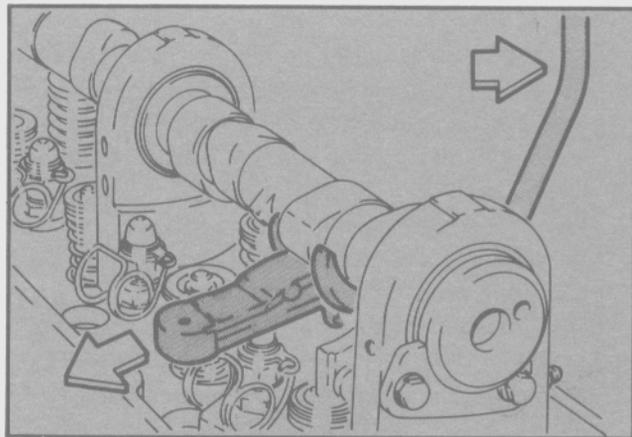
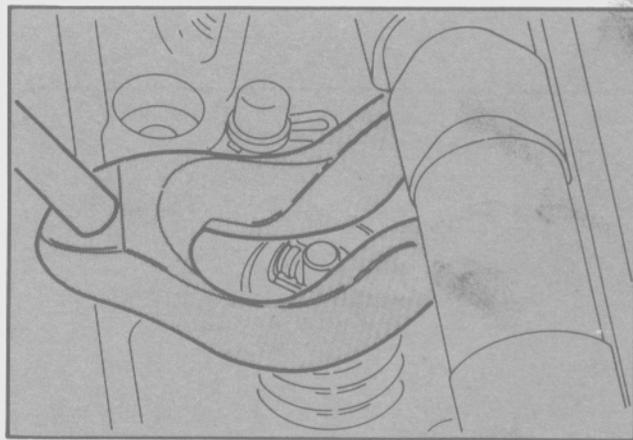

Fig. 81 - Desmontaje de los balancines
Fig. 82 - Extracción de las trabas del resorte
- Quitar los muelles de sujeción de los balancines, comprimir los resortes de válvula con la herramienta T84G-7564-BAS. Retirar los balancines (Fig. 81) y extraer las trabas de los resortes (Fig. 82).